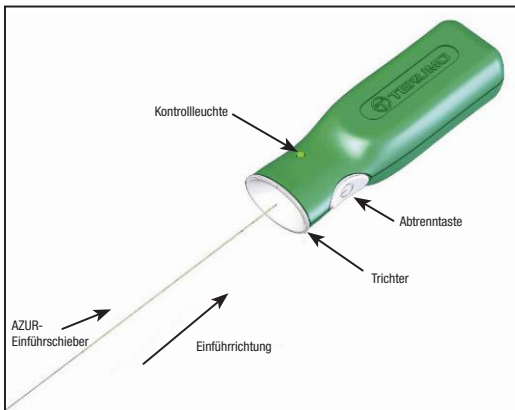

Abbildung 2 – AZUR Abtrennregler
15. Vor der Verwendung des Produkts das proximale Ende des Einführschiebers aus der spiralförmigen Verpackung entnehmen und darauf achten, dass dieses Ende des Einführschiebers nicht mit Fremdstoffen wie Blut oder Kontrastmittel verunreinigt wird. Das proximale Ende des Einführschiebers fest in den Trichterabschnitt des AZUR Abtrennreglers einführen (siehe Abbildung 2). **Zu diesem Zeitpunkt nicht den Abtrennkopf drücken.**
35. Das proximale Ende des Einführschiebers mit dem AZUR Abtrennregler verbinden, indem das proximale Ende des Einführschiebers fest in den Trichterbereich des AZUR Abtrennreglers eingebracht wird (siehe Abbildung 2).